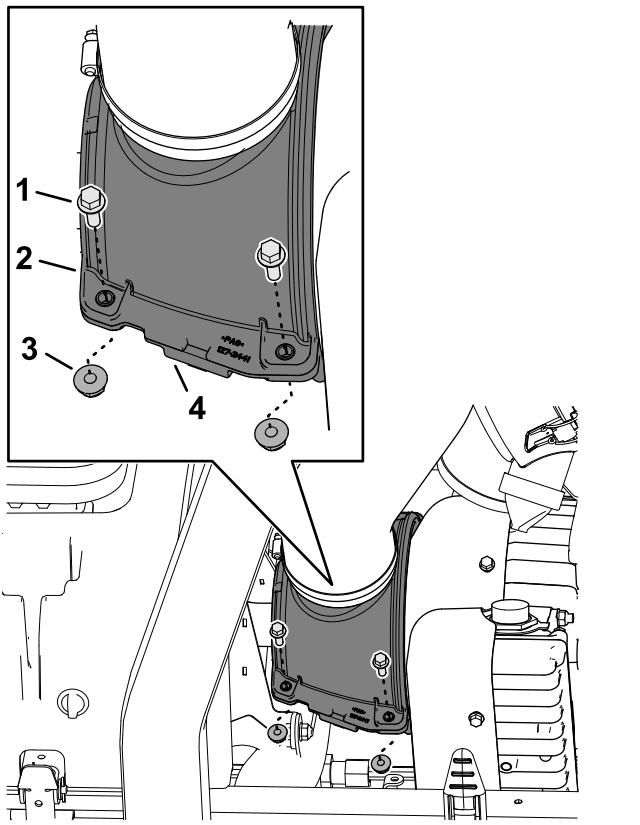

图 68
3. 用 4 个凸缘头平头螺丝和 4 个凸缘锁紧螺母固定发电机冷却空气罩的两半和压缩限制销 图 68